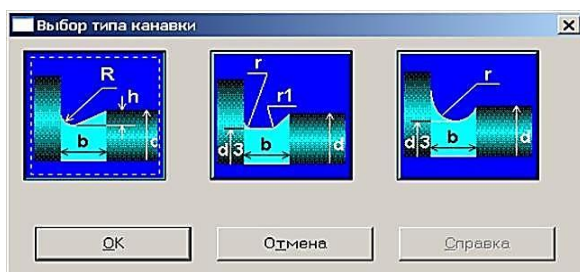

Рис. 14
**Создание канавки для выхода шлифовального круга.** Нажимаем кнопку «Канавка» (меню *Задать/Канавка*) и щелкаем крестиком курсора на границе между двумя сегментами. Это приводит к появлению окна «Выбор типа канавки» (рис. 14) со схематическим изображением трех типов канавок, которые можно создать на валу.